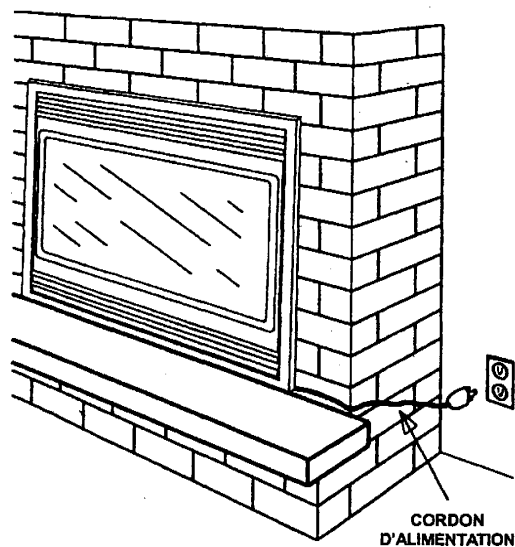

FIGURE 2
4. Le cordon d'alimentation peut être aménagé le long de la façade du foyer pour être branché dans une prise à proximité de l'appareil (FIGURE 2).